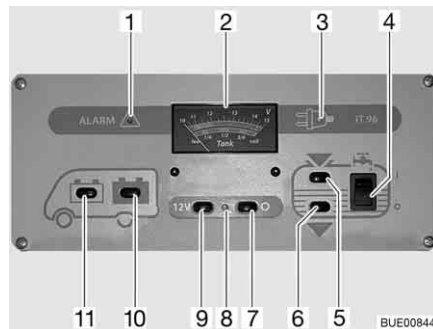

Fig. 151 Panneau de contrôle IT 96-2
L'interrupteur principal 12 V (Fig. 151,7 et 9) établit ou coupe le panneau de contrôle et l'alimentation 12 V de la cellule.
*Mise en marche :* ■ Appuyer sur le commutateur (Fig. 151,9) "12 V" : L'alimentation 12 V de la cellule est assurée. Le voyant de contrôle (Fig. 151,8) s'allume en vert.
*Mise hors service :* ■ Appuyer sur le commutateur (Fig. 151,7) "O" : L'alimentation 12 V de la cellule est coupée. Le voyant de contrôle (Fig. 151,8) s'éteint.
Observer sur l'indicateur de charge/de niveau de réservoir (Fig. 151,2), la graduation supérieure. L'indicateur s'éclaire automatiquement dès qu'un commutateur est actionné.
- Appuyer sur le commutateur (Fig. 151,11) "☰" : La tension de la batterie de démarrage est affichée.
- Appuyer sur le commutateur (Fig. 151,10) "☷" : La tension de la batterie de cellule est affichée.
Observer sur l'indicateur de charge/de niveau de réservoir (Fig. 151,2) la graduation inférieure. L'indicateur s'éclaire automatiquement dès qu'un commutateur est actionné.
- Appuyer sur le commutateur (Fig. 151,5)  : Le niveau du réservoir d'eau est affiché.
- Appuyer sur le commutateur (Fig. 151,6)  : Le niveau du réservoir d'eaux usées est affiché.
*Mise en marche :* ■ Commutateur à bascule (Fig. 151,4) vers le haut "I" : L'alimentation en eau est activée.
*Mise hors service :* ■ Commutateur à bascule (Fig. 151,4) vers le bas "O" : L'alimentation en eau est désactivée.
Le voyant d'alerte rouge "ALARM" (alarme) (Fig. 151,1) clignote dès que la charge de la batterie de cellule descend en dessous de 11 V (mesurée en marche) et qu'il y a risque de décharge profonde des batteries.
Le voyant de contrôle 12 V (Fig. 151,8) s'allume dès que l'interrupteur principal 12 V (Fig. 151,9) est enclenché.
Le voyant de contrôle jaune 230 V (Fig. 151,3) s'allume si l'arrivée du bloc électrique est sous tension de réseau.